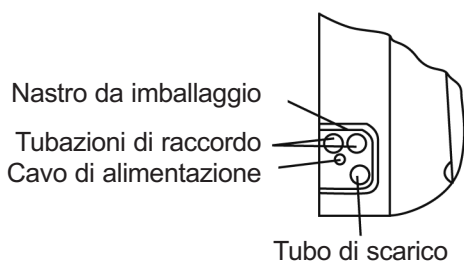

Fig.5
2. Avvolgere le tubazioni e i cavi e tirarli attraverso il foro ricavato in sede di taglio delle parti incassate nel muro (Mostrato in Fig.5).